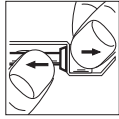

Abbildung 2
2. Halterung (unter der Kartoneinlage) festhalten und Leuchte vorsichtig aus dem Halterung ziehen (Abbildung 2).